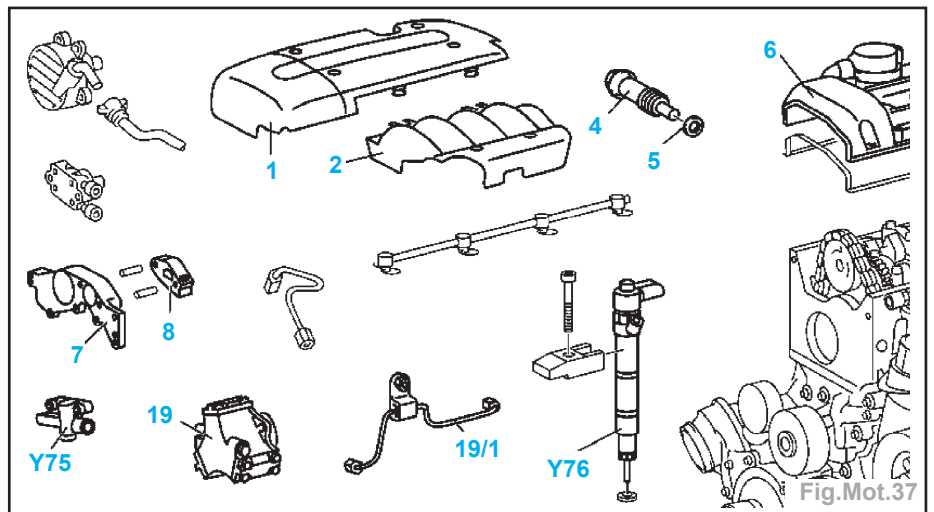

Fig.Mot.37
- Déposer les injecteurs de carburant (Y76), puis les nettoyer (Fig.Mot.37) (voir en partie «Alimentation»).
- Déposer le couvre-culasse (6).